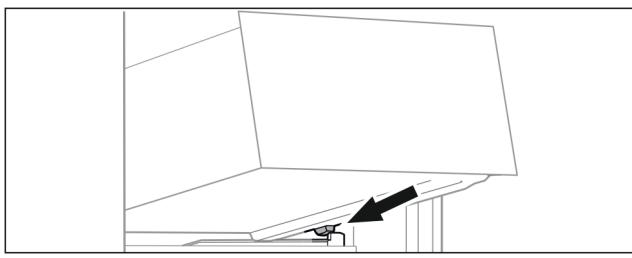

Fig. 65
- Наклоняя вниз, установите выдвижной ящик за стопоры на контейнерное ребро. (см. Fig. 65)